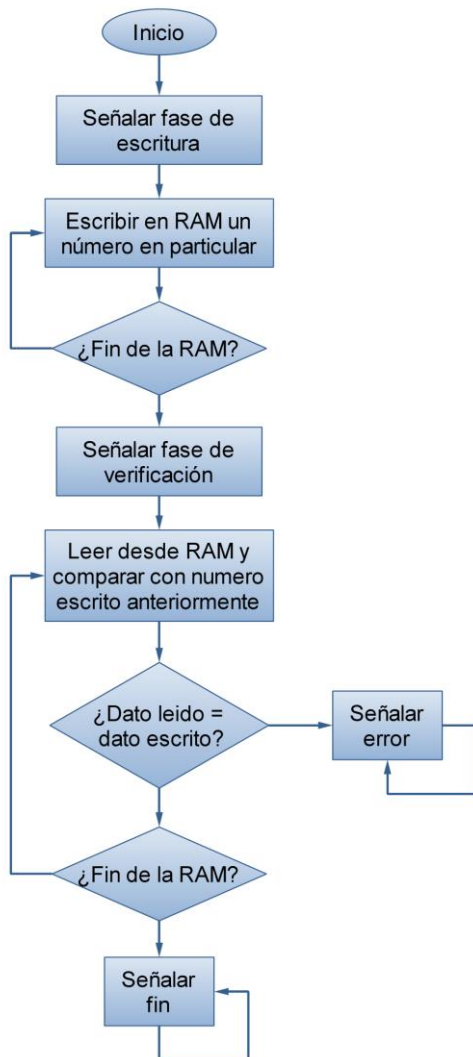

Figura 2
1. Basándote en el diagrama de flujo de la figura 2 y en el listado del programa de la página siguiente, codifica el programa a mano (no con ensamblador). Este programa escribe un dato conocido en toda la memoria RAM, para luego leerlo y verificar la integridad del mismo. Por medio de los LEDs se señaliza cada una de las posibles 4 fases del proceso: